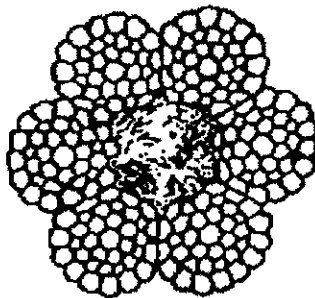

Рис. 7. Уменьшение площади поперечного сечения проволок (интенсивная внутренняя коррозия)
4. Для оценки состояния внутренних проволок, т.е. для контроля потери металлической части поперечного сечения каната (потери внутреннего сечения), вызванных обрывами, механическим износом и коррозией проволок внутренних слоев прядей (рис. 7), канат необходимо подвергать